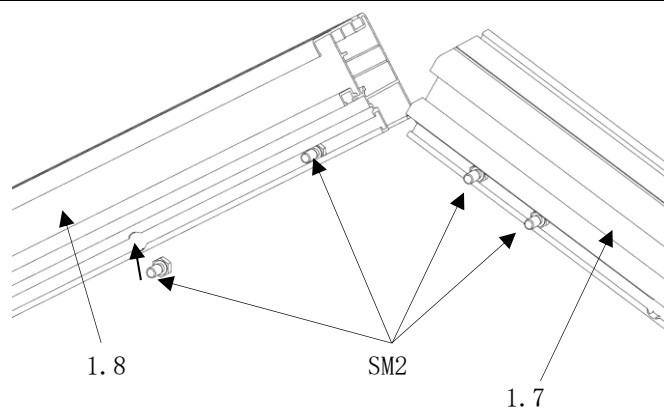

Abb. 15
- die beiden Ortgangprofile (Pos. 1.7/1.8) im First mit den 4x Sechskantschrauben (Pos. SM2) bestücken. (Abb. 15)